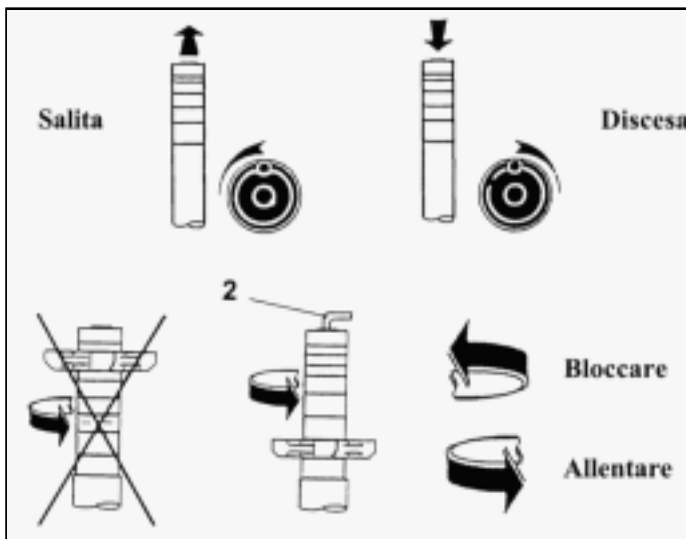

Fig. 5.18
- 2 Ruotare in senso antiorario la brugola 2 (fig.5.18).